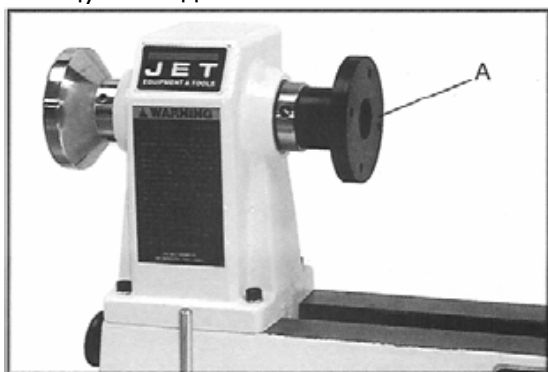

Рис. 8
**Зажимной диск** (А, Рис. 8) крепится к переднему концу шпинделя.